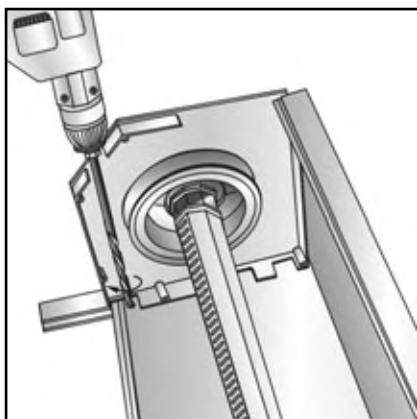

рис. 10
- 4.2.7.** Разметить и сверлить совместно отверстие необходимого размера в задней отбортовке крышки и коробе для вывода элементов привода (рис.10).